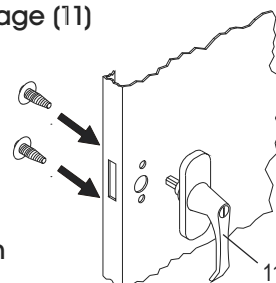

Figure 10
- Placez la poignée de verrouillage (11) sur la porte de droite et fixez-la à l'aide de deux boulons à encoches à tête hexagonale de n° 8-32 x 1/4 et de deux rondelles de blocage. (Voir Figure 10)